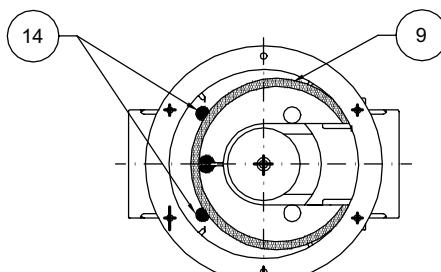

Рис. 20
- Для контроля или замены мембран необходимо снять воронку (3), отвинтив крепежные винты, затем снять первую мембрану (4), отвинтить центральную гайку (12), которая крепит мембрану (10) (между двумя дисками) к стержню затвора (8). Для того, чтобы все вновь собрать, выполнить все операции в обратном порядке, осторожно затягивая гайку (12) с тем, чтобы не прокрутить мембранны (свободной рукой придерживать диск (11), расположенный сверху мембранны (10)).
- Для проверки затвора (6), снять нижнюю крышку фильтра (7), открутив крепежные винты, и проверить сам затвор (6) на наличие несоответствий, при необходимости заменить резиновый уплотнительный орган (5), затем вновь собрать фильтр, выполнив операции, выполненные при демонтаже, в обратном порядке.
- Для того, чтобы проверить состояние фильтрующего органа (9), снять нижнюю крышку (7), открутив крепежные винты. Снять фильтрующий орган (9), почистить его мыльным раствором, продуть сжатым воздухом и, при необходимости, заменить. Вновь установить его в первоначальное положение, проверив, что он расположился между соответствующими направляющими (14) (Рис. 20).